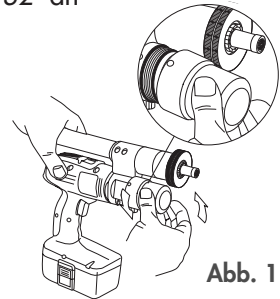

Abb. 11
- 1) den Verschlussdeckel (I) entfernen, siehe Abb. 11;